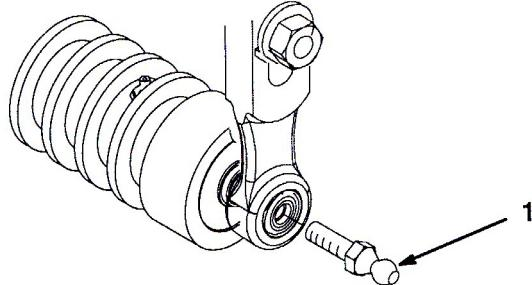

図17
- カッティングユニットの前ローラの左右端部にボール・スタッドを取り付ける(図17)。